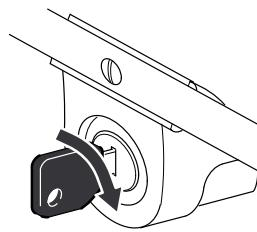

Figure 12
- **Démarrage électrique (modèles à démarreur électrique uniquement)** : Insérer la clé de contact, la tourner vers la droite et la laisser revenir dès que le moteur démarre (Fig. 12).